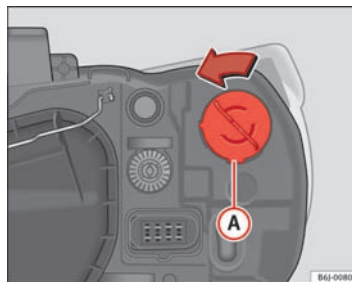

Fig. 144 Blinklys i forbindelse med enkelt forlygte
- Drej pæreholderen ⇒ Fig. 144 Ⓐ mod venstre, og træk i den.